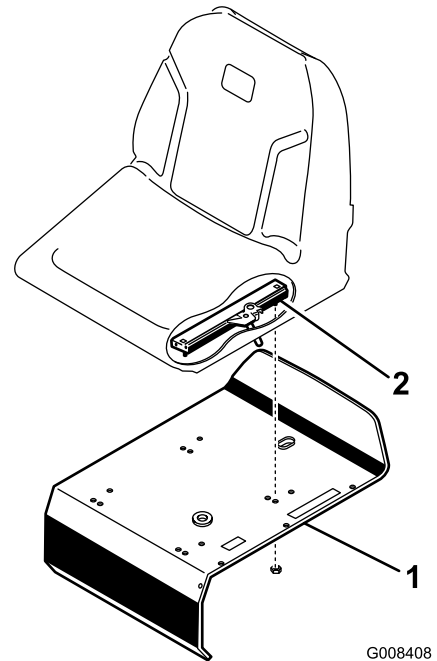

Bild 3
- Befestigen Sie die Sitzführungen mit den Sicherungsmuttern (5/16") (Bild 3), die den losen Teilen beiliegen, an der Sitzstütze.